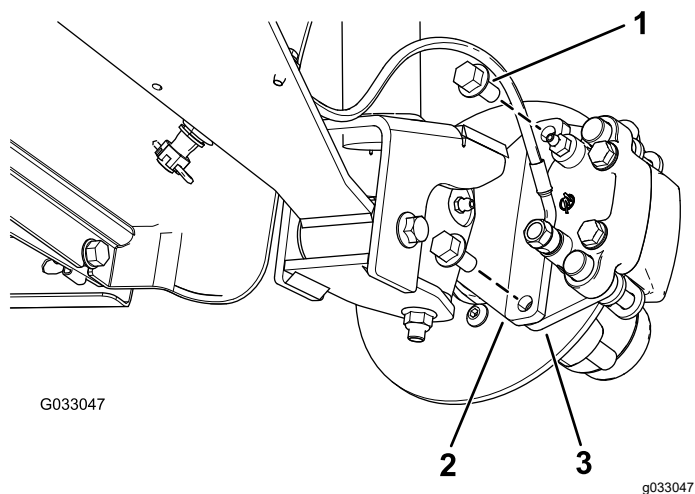
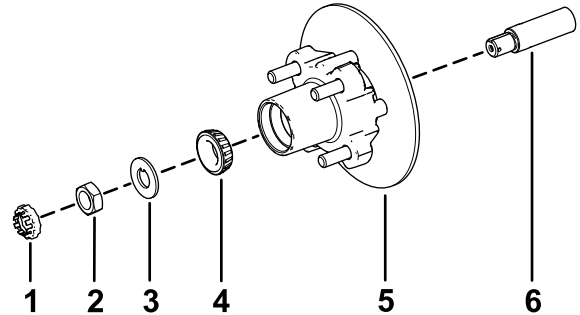

Figura 29
Figura 33
3. Retire los pernos con arandela prensada ( $\frac{3}{8}$ " x  $\frac{3}{4}$ ") que sujetan el soporte del conjunto de freno al eje y separe el freno del eje (Figura 29).
1. Aplique una ligera capa de grasa del tipo especificado en el eje (Figura 33).
2. Monte el cubo y el rotor en el eje con el rotor hacia dentro (Figura 33).
3. Monte el cojinete exterior en el eje y acople el cojinete al anillo de rodadura exterior (Figura 33).
4. Monte la arandela con pestaña en el eje (Figura 33).
5. Enrosque la tuerca en el eje y apriete la tuerca a 15 N·m, girando el cubo para asentar el cojinete (Figura 33).
2. Alinee las pastillas de freno en cada lado del rotor (Figura 29) y los taladros del soporte de la pinza con los taladros de montaje del freno de la mangueta (Figura 33).
3. Sujete el soporte de la pinza a la mangueta (Figura 29) usando los 2 pernos con arandela prensada ( $\frac{3}{8}$ " x  $\frac{3}{4}$ ").